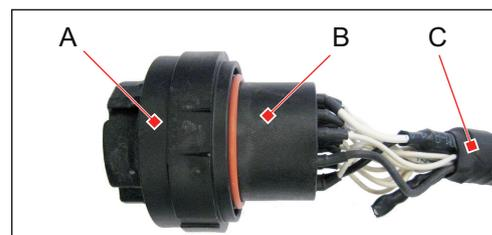

Abb. 14: Wechseleinsatz (A) mit Crimpadapter (B) und Anschlussleitung (C)
- ▶ Wechseleinsatz (A) mit Crimpadapter (B) und Anschlussleitung (C) durch die Bohrung in der Fahrzeugwand aus dem Fahrzeuginneren herausziehen, so dass der Wechseleinsatz (A) und Crimpadapter (B) freiliegen (Abb. 14).